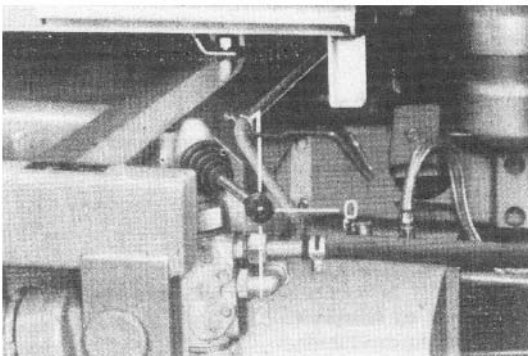

Bild 88. Betätigung des Wegeventils
4. Mit Hilfe des hydraulischen Wegeventils (Bild 88) wird die Ladeplattform in die gewünschte Höhe gebracht. Durch Loslassen des Hebels des Wegeventils schaltet dies selbstständig in Stellung 0 und die Plattform bleibt stehen.